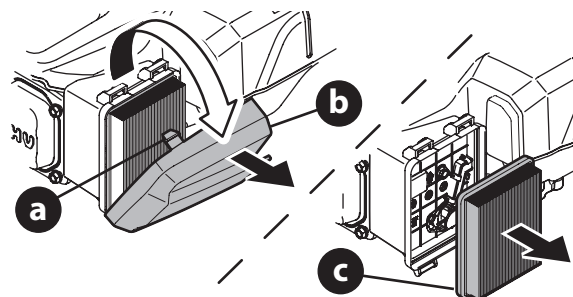

Рисунок 9
1. Нажмите на выступы (а), фиксирующие крышку воздушного фильтра (b). Потяните и снимите крышку (рис. 9).